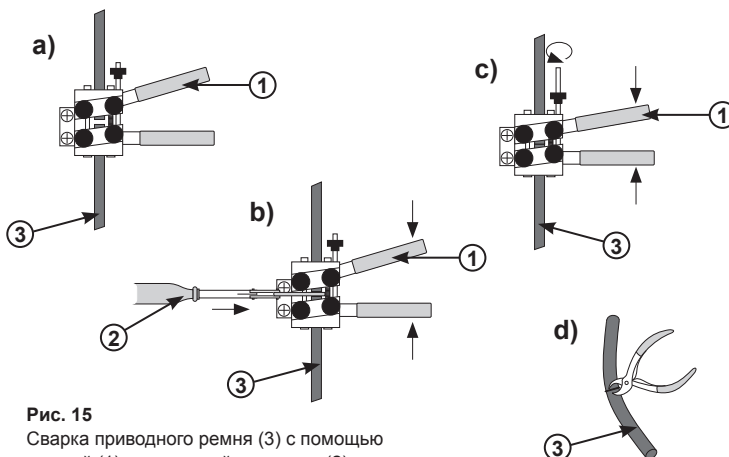

Рис. 15
- Сварите концы ремня сварочным устройством (см. рис. 15).